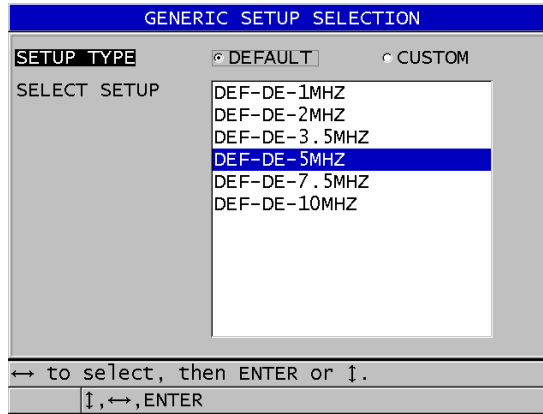

Figura 12-1 Tela GENERIC SETUP SELECTION (SELEÇÃO DE CONFIGURAÇÃO GENÉRICA)
2. Na tela **GENERIC SETUP SELECTION (SELEÇÃO DE CONFIGURAÇÃO GENÉRICA)** que aparece (consulte Figura 12-1 na página 241):